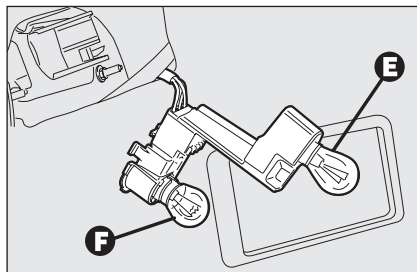

fig. 39
- ☐ quite y sustituya la lámpara correspondiente empujándola ligeramente y girándola hacia la izquierda **fig. 39**: